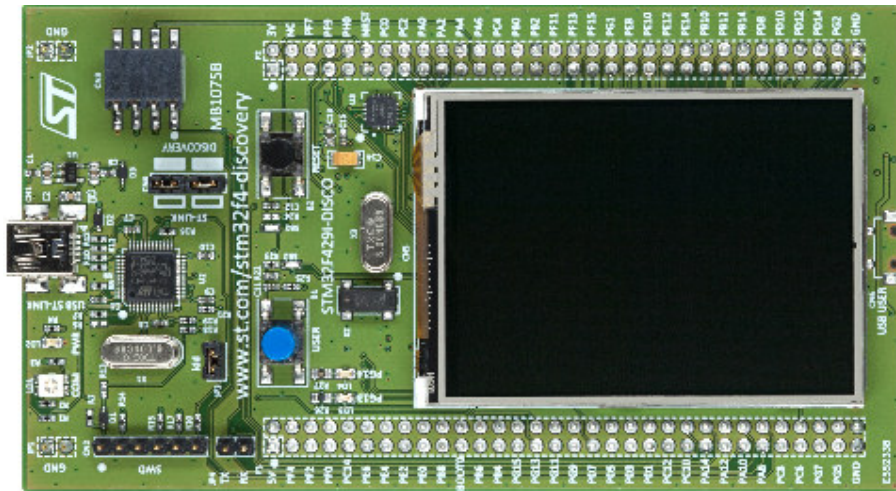

Figura 7.1: Placa STM32F429 Discovery kit
Para las primeras prácticas se emplea la placa de evaluación Discovery STM32F429I-DISC1 (ref. 32F429IDISCOVERY) [32F429IDISCOVERY]. En la figura 7.1 se puede ver el aspecto de la placa.